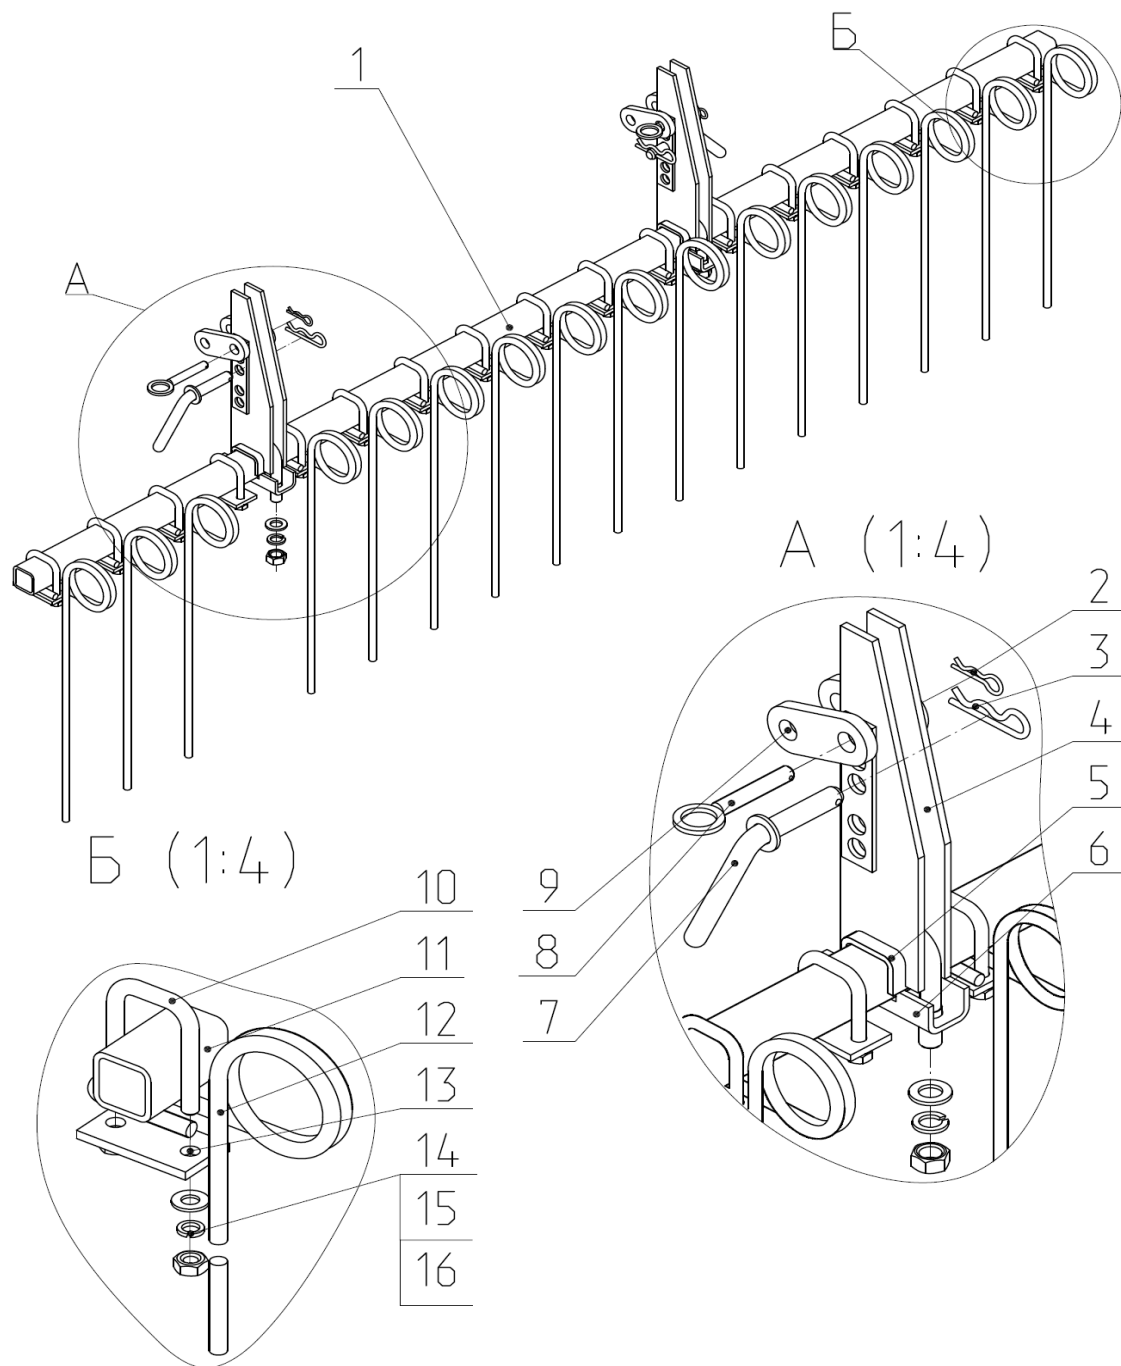
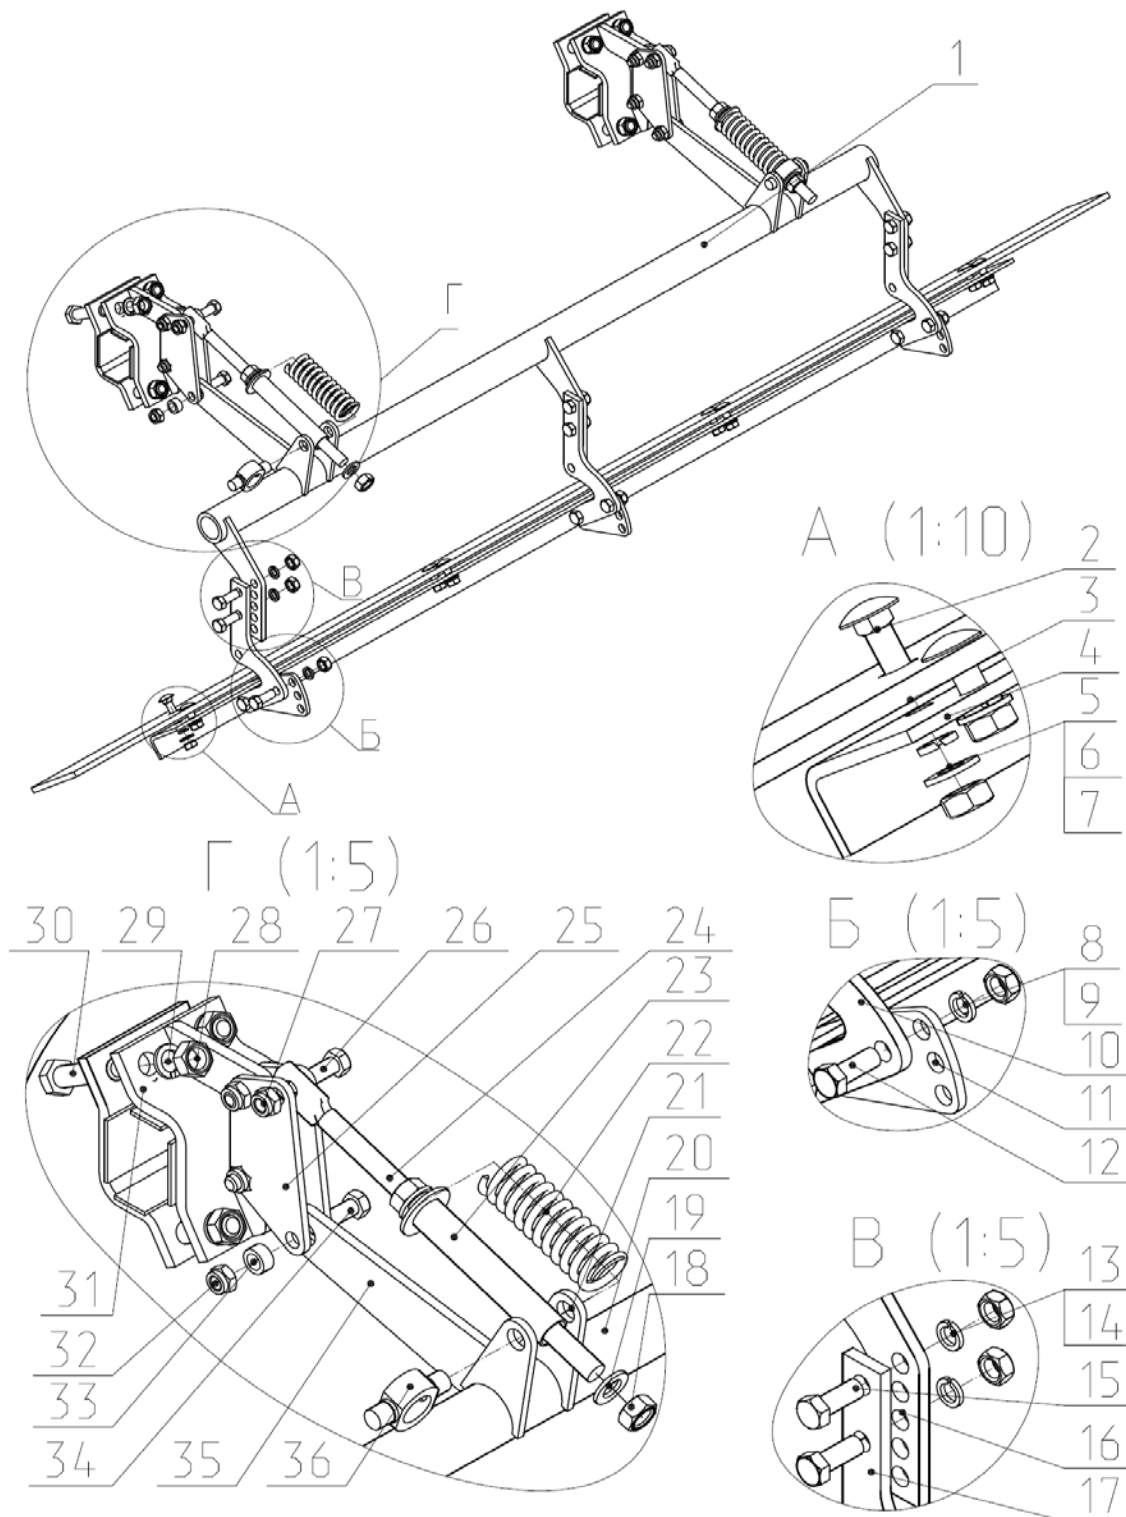

Рис.14 КСП 04.120 Гребенка однорядная.
Рис.15 КБП 02.290 Планчатый выравниватель.
2.14 На секции катков дополнительно могут устанавливаться гребенки вычесывающие однорядные (Рис.14), и планчатый выравниватель (рис.15).
2.14.1 Гребенка вычесывающая (Рис.14), предназначена для вычесывания подрезанных растений и сброса их на поверхность почвы, а также для дополнительного крошения и осаживания взрыхленной почвы, подготавливаемой под посев.